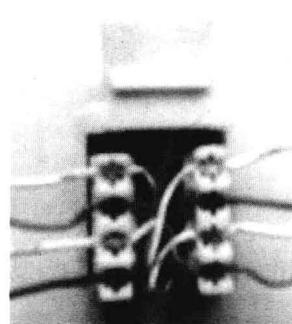

图 1-17 将 8 条线放入对应的卡线槽中
③ 对照所采用的接入标准和模块上所标注的色标，把8条芯线依次初步卡入到模块的卡线槽中，如图1-17所示。此步只需卡稳即可，不要求卡到底。